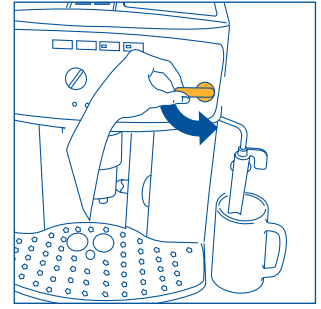
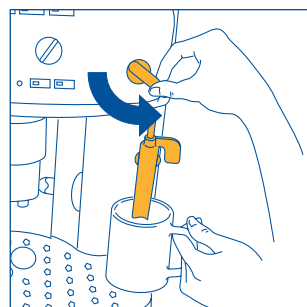
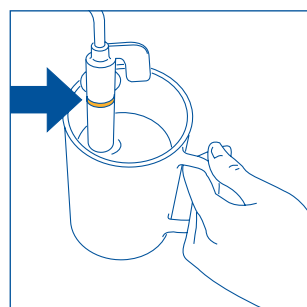

Fig.5
Fig.23
Fig.24
3. **INMEDIATAMENTE DESPUÉS, ANTES DE TRANSCURRIDOS 30 SEGUNDOS** gire el mando de vapor media vuelta hacia la izquierda hasta el tope (fig.5) (es normal que la máquina haga ruido).
- Gire el mando vapor media vuelta hacia la izquierda hasta el fondo (fig. 5): el agua caliente saldrá por el emulsionador y empezará a llenar el recipiente de abajo.
- **Inmediatamente después, antes de transcurridos dos minutos como máximo** (en caso contrario la máquina vuelve automáticamente a la función café), sumerja el emulsionador en el recipiente de la leche (fig. 23) procurando no superar la línea marcada en el emulsionador (indicado por la flecha de la fig. 24). Gire el mando vapor media vuelta hacia la izquierda hasta el tope (fig. 5). (Tenga cuidado en no quemarse). Del emulsionador saldrá vapor que le dará un aspecto cremoso a la leche y aumentará su volumen. Para formar una espuma más cremosa, sumerja en la leche el emulsionador y gire el recipiente con movimientos lentos de abajo hacia arriba. (Se aconseja no erogar vapor durante más de 2 minutos seguidos).
- Haga salir un poco de agua o vapor durante algunos segundos girando el mando de vapor hacia la izquierda hasta el tope (fig. 5). Con esta operación, el tubo de vapor descarga la leche que pueda haber quedado en su interior. **IMPORTANTE:** por razones de higiene se aconseja realizar esta operación para que la leche no se deposite en los circuitos internos del emulsionador.